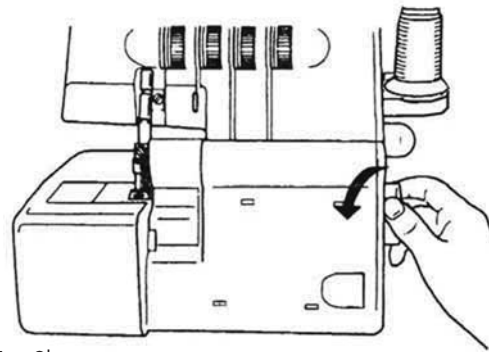

Fig. 9b
1. Tournez la molette **6** vers vous, jusqu'à ce que les aiguilles se trouvent en position supérieure (Fig. 9b).
Faites toujours tourner la molette **6** uniquement vers vous (Fig. 9b).